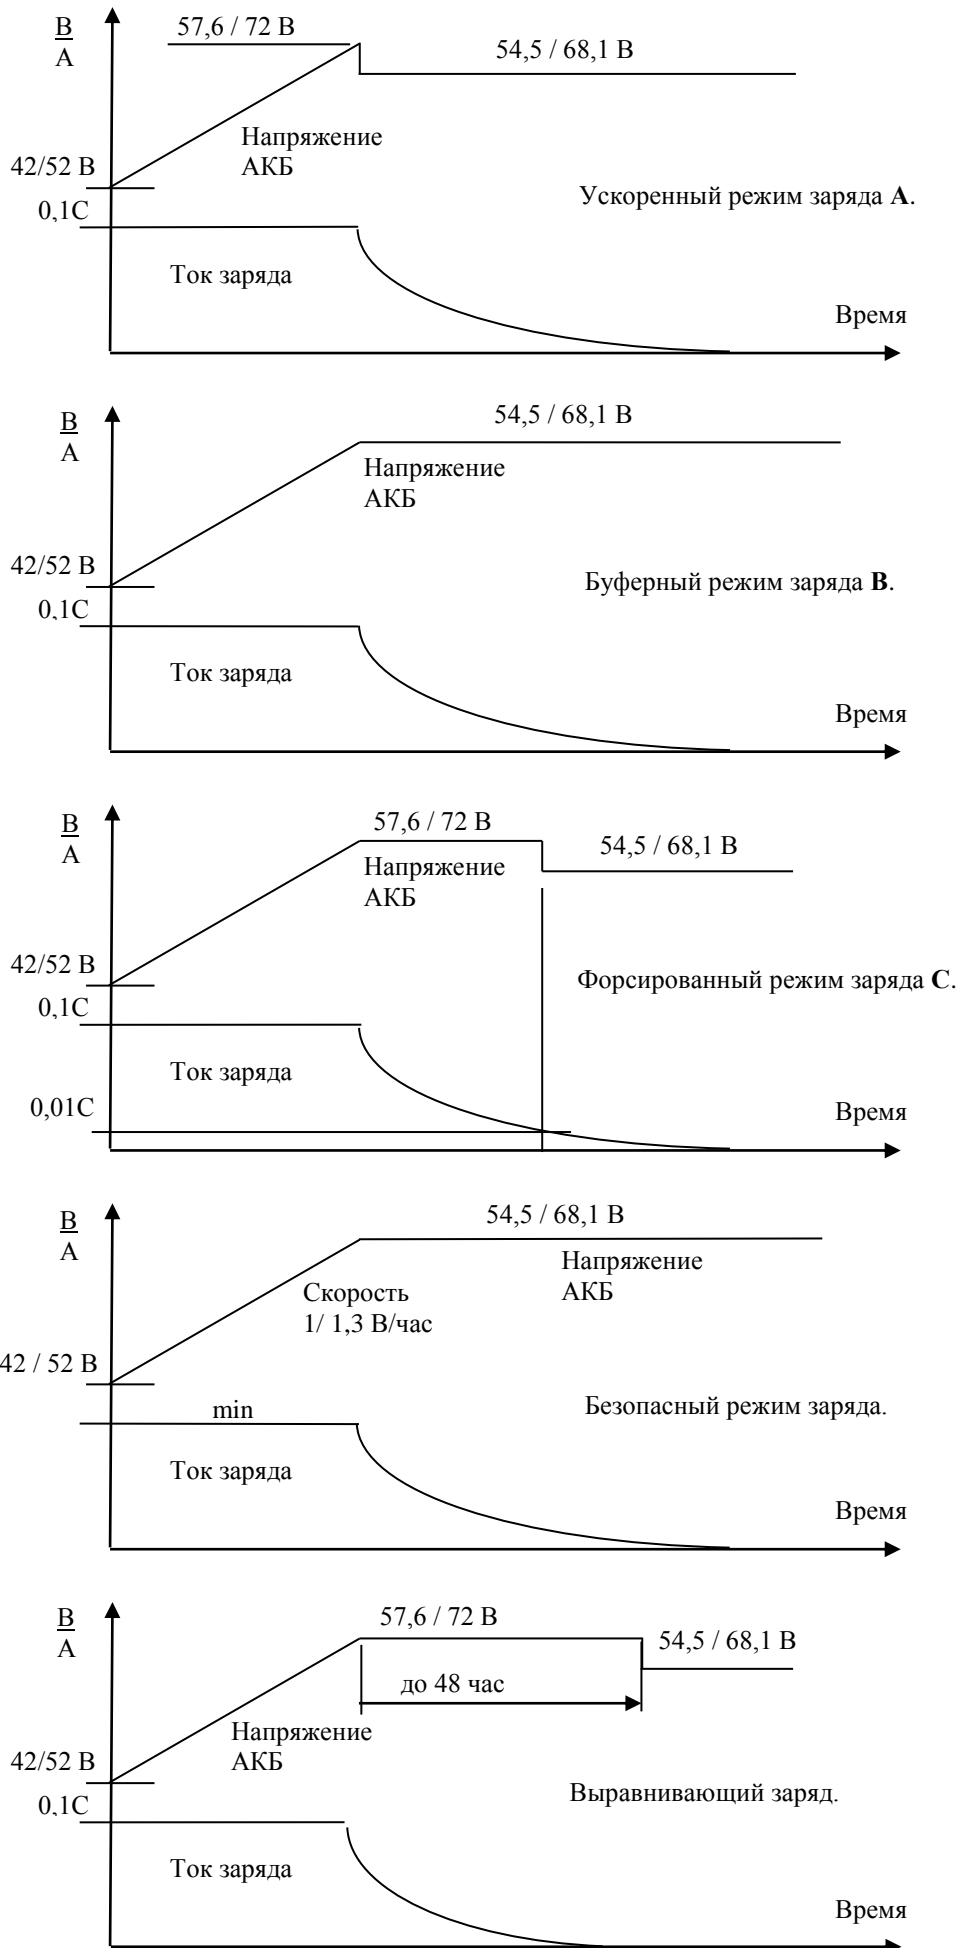

Рис. 4. Режимы заряда АКБ.
1. При установленном модуле управления контактор LVBD включен управляющим сигналом модуля. По включению сетевого питания выпрямители устанавливают выходное напряжение, равное напряжению АБ. Включается один из следующих режимов заряда (рис. 4):